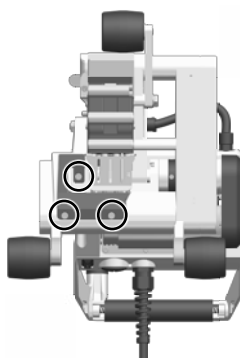

Figura 2
- Afloje los tres tornillos avellanados de la placa de protección del cable (figura 2) y retire la placa de protección del cable.
- Vuelva a colocar la placa de protección del cable con los tres tornillos avellanados (figura 2). Asegúrese de que los cables de los cartuchos de calentamiento y la sonda de temperatura no estén prensados.